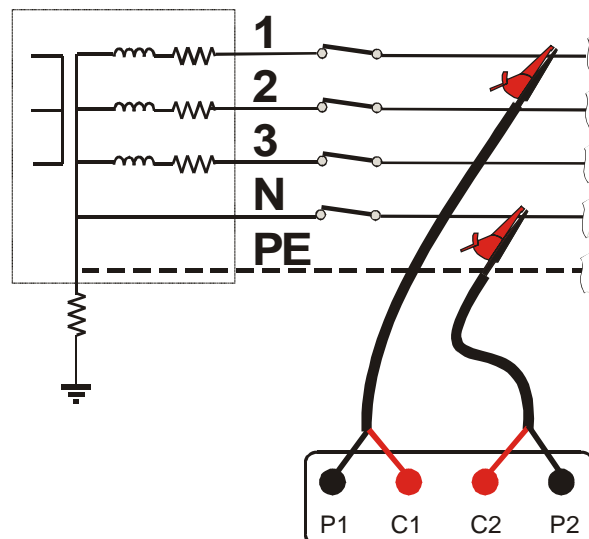

Fig. 4: Conexión del instrumento para la Medida de la impedancia Fase-Neutro
2. Conecte los cocodrilos a la red eléctrica en examen (ver Fig. 4)
3. Inserte las puntas de prueba cable negro-rojo de los cables C7000 en los respectivos terminales de entrada del instrumento **siguiendo la secuencia de conexión P1, P2, C2, C1** (ver conexiones en fig. 4).